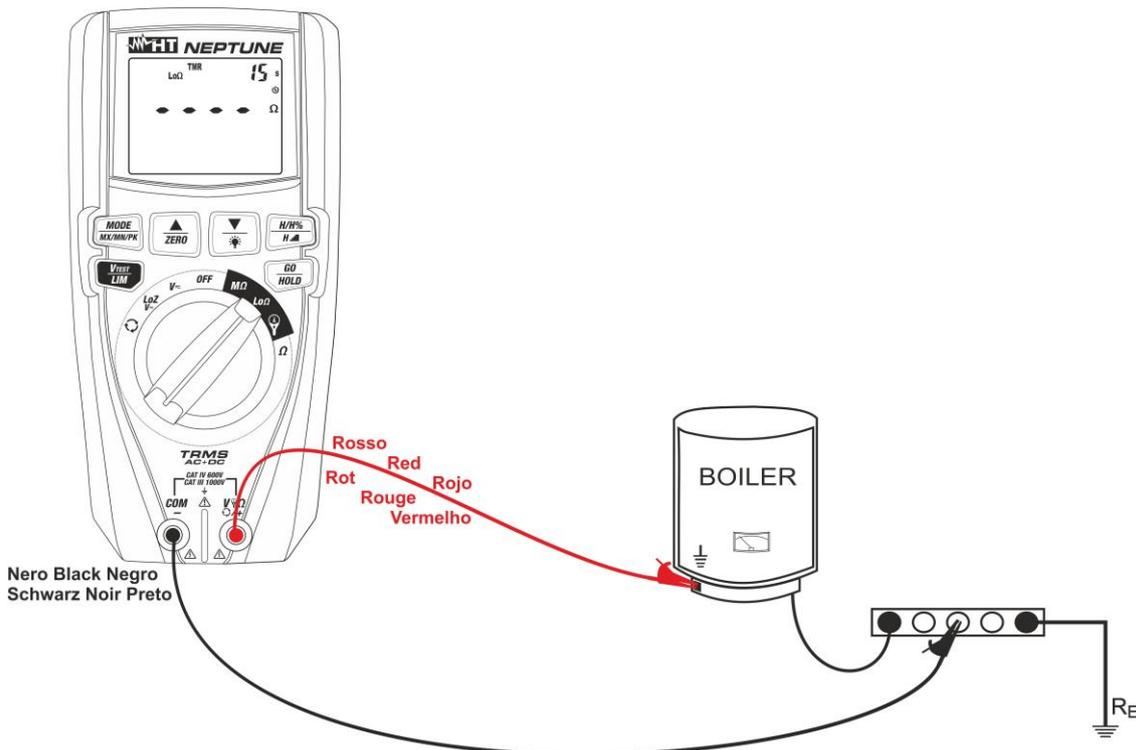

Fig. 29: Uso dello strumento per misura continuità in modo TMR
7. Inserire il conduttore rosso nel terminale di ingresso **V $\Omega$ /+** e il conduttore nero nel terminale di ingresso **COM/-** e collegare lo strumento all'impianto in esame (vedere Fig. 29)